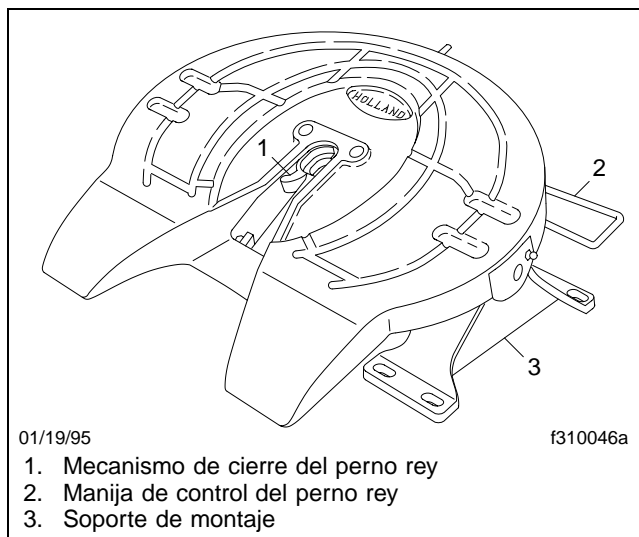

Figura 10.1, Quinta rueda Holland
Los modelos de quinta rueda deslizante 2535 incluyen una quinta rueda Modelo 3500 (**Figura 10.1**), equipada ya sea con una placa deslizante de desbloqueo operado por aire, o con una placa deslizante de desbloqueo manual. Los ensambles deslizantes de la quinta rueda están montados en una placa de base que permite el movimiento hacia adelante y hacia atrás a lo largo de unos rieles dentados. Unos pasadores se engranan en los dientes de la placa de base para bloquear el mecanismo deslizante. Para desbloquear el ensamble deslizante se retiran los pasadores (manualmente o por aire). Esto libera el ensamble de la quinta rueda para que se pueda colocar en la posición que permita la distribución óptima del peso sobre los ejes del tractor.
6. Libere el mecanismo de cierre del perno rey tirando de la manija de control de cierre del perno rey (**Figura 10.1**) hasta colocarla en la posición hacia afuera.